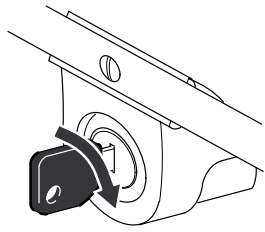

Abbildung 13
- A. Den Schlüssel ins Zündschloß stecken (Abb. 13).